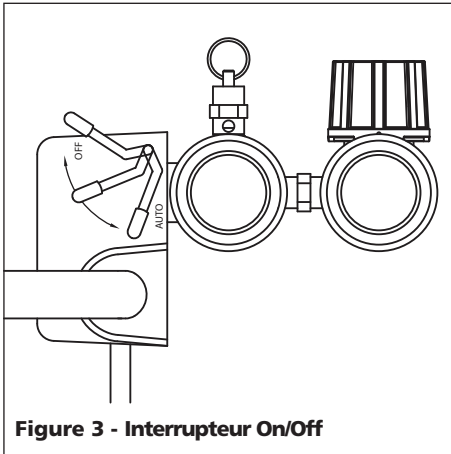

Figure 3 - Interrupteur On/Off
- **Manostat** - Interrupteur On/Off (Figure 3) – Dans la position ON, le compresseur se coupe automatiquement quand la pression du réservoir arrive à la pression maximale réglée d'avance. Dans la position OFF, le compresseur ne fonctionnera pas. Cet interrupteur devrait être dans la position OFF pendant le branchement ou le débranchement du cordon d'alimentation de la prise de courant ou pendant le changement d'outils pneumatiques.